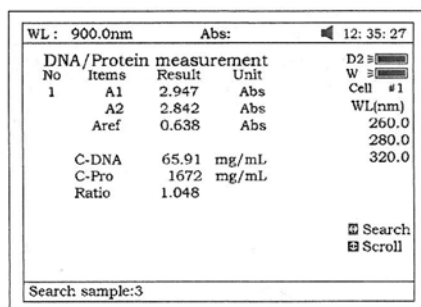

Fig 66
7. Presione la tecla [<] o [>] para la búsqueda. Ingrese el número de muestra (Fig 66); el resultado será mostrado en la pantalla. Presione la tecla [□] o [□] para buscar los resultados de medidas una por una.